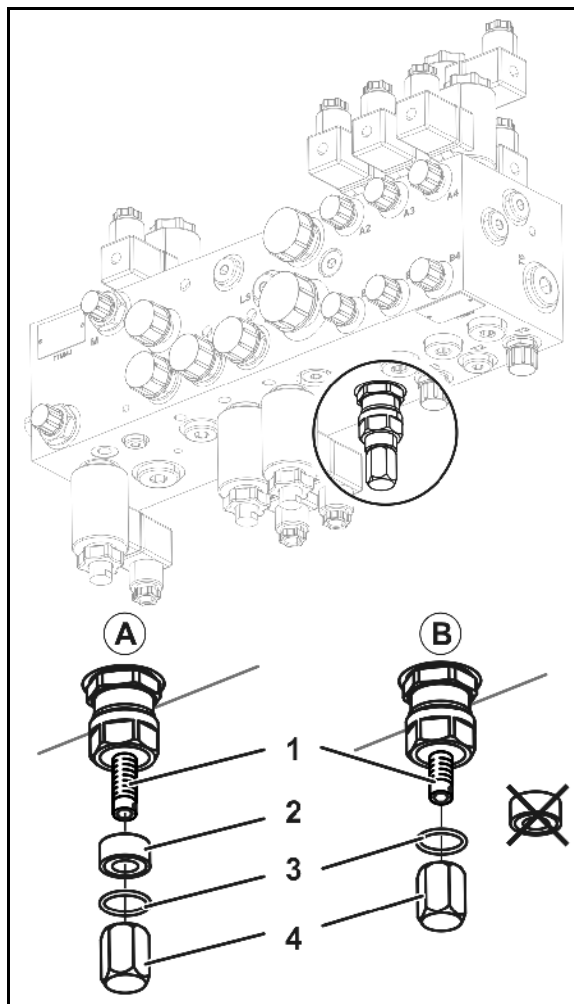

Fig. 49
- Monter avstandshylse (Fig. 49/A)